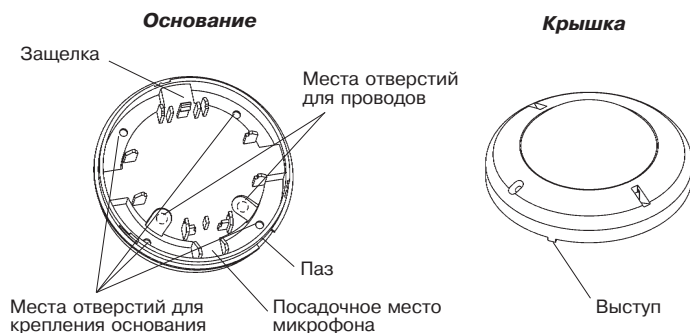

Рисунок 3 – Основание и крышка извещателя
• Снимите крышку извещателя, повернув ее против часовой стрелки до упора (рис. 3).
- Просверлите в основании корпуса отверстия (рис. 3), которые будут использоваться для прокладки проводов и крепления извещателя.